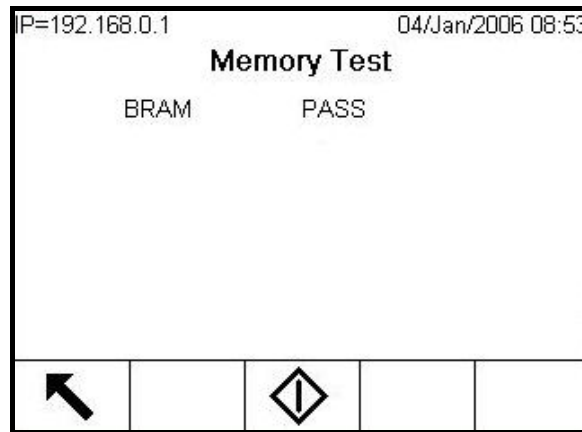

Figura 3-15: Pantalla de prueba de memoria
- Prueba de memoria (Figura 3-15): Para probar la BRAM, presione la tecla programable INICIAR . Al terminar la prueba, presione la tecla programable SALIR  para regresar al árbol del menú.